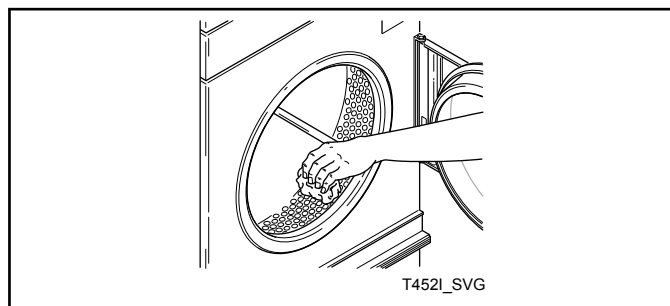

Figura 13
10. Limpe o cilindro usando um detergente ou produto de limpeza multiuso e água. Consulte a *Figura 13*.